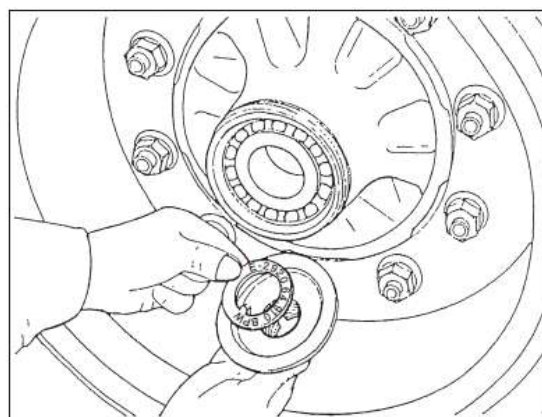

図. 5-9-2
- 2 アクスルナットにグリスでディスクを付けて、ハブに入れる。(図. 5-9-2)